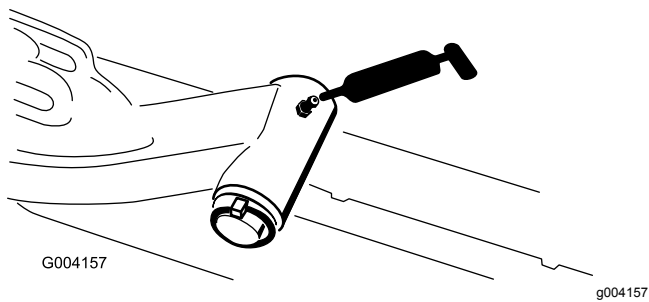

Figura 65
- Eje pivotante del brazo de elevación (1 en cada) (Figura 65)